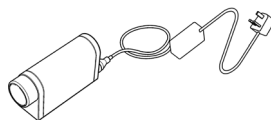

Fig. 13
4. Collegare il caricabatteria alla rete elettrica (si veda la fig. 13). Una luce gialla si accenderà per indicare che il caricabatteria è alimentato.